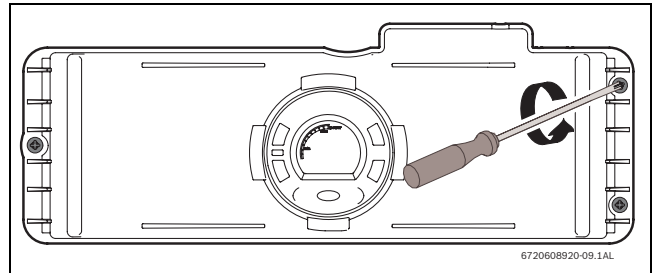
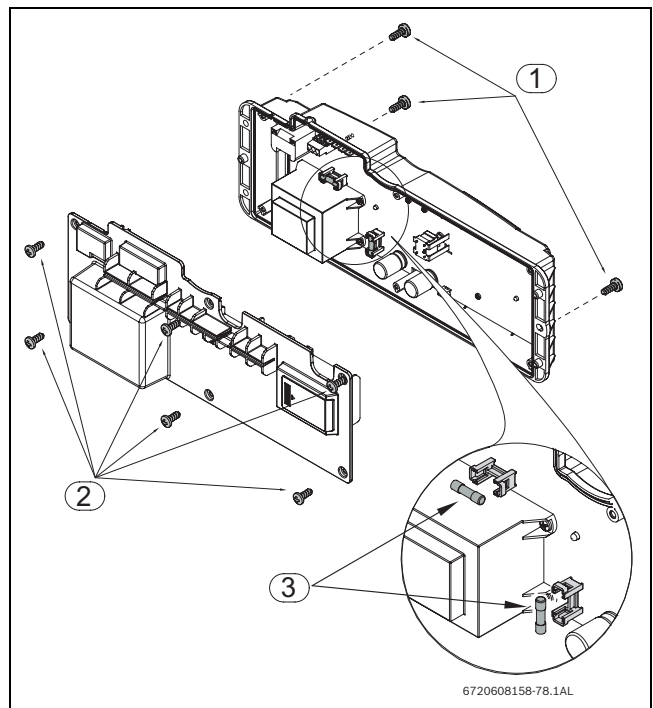

Fig. 39
Fig. 40 Ubicazione dei fusibili
- ▶ Svitare le tre viti nella parte frontale della centralina elettronica (Fig. 39 e Fig. 40, pos.1).
- ▶ Rimuovere la centralina elettronica per accedere alle sei viti, presso la parte posteriore e rimuoverle (Fig. 40, pos. 2).
- ▶ Dopo aver controllato i fusibili (Fig. 40, pos.3) rimontare tutte le parti, seguendo l'ordine inverso.